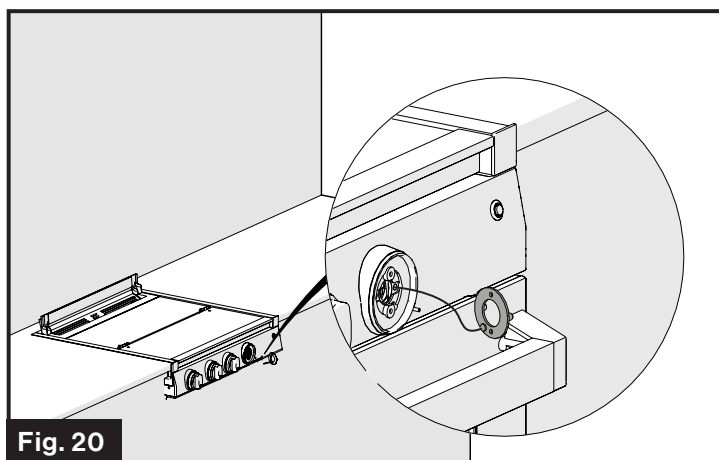

Fig. 20
4. Retire la unidad de LED y desconecte el cable de la base de la unidad de LED. (Fig. 20)